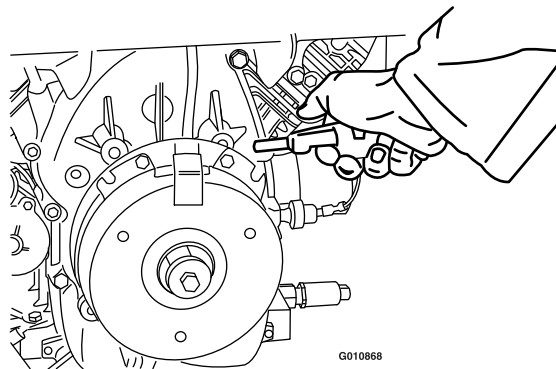

Figure 83
3. Soufflez de l'air comprimé sous le pôle et autour des entretoises du frein pour éliminer tout débris (Figure 83).